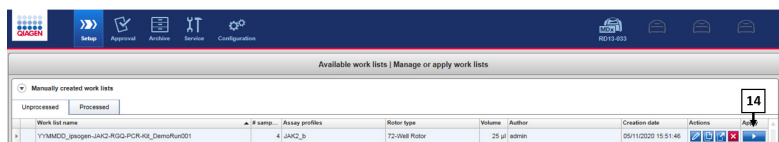

Figura 13. Configuración de la serie: selección de la lista de trabajo. 14: Botón Apply (Aplicar).
- 1e. En el software Rotor-Gene AssayManager v2.1, seleccione la lista de trabajo correspondiente del gestor de listas de trabajo y haga clic en **"Apply"** (Aplicar) (Figura 13, casilla 14) o bien, si la lista de trabajo todavía está abierta, haga clic en **"Apply"** (Aplicar).